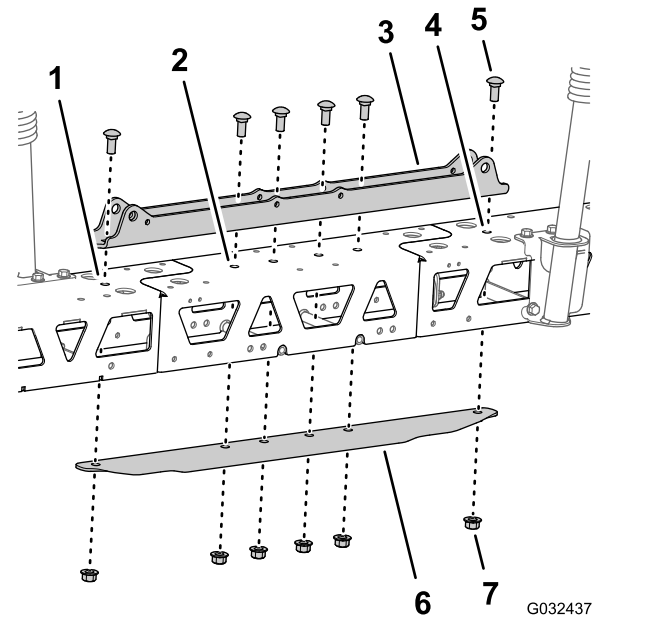

图 55
5. 将油缸安装座中的孔与桁架框架中心线和中间喷洒臂延长组件中的孔对齐 (图 55)。
- 将连接板插入桁架框架和中间喷洒臂延长组件将连接板中的孔与桁架中心线和喷洒臂延长组件的孔对齐 (图 55)。
- 使用在 分开中间喷洒段桁架 \(页码 23\) 的步骤 2 中拧下的 2 个托架螺栓 $\frac{1}{2} \times \frac{1}{4}$ 英寸和 2 个凸缘锁紧螺母 $\frac{1}{2}$ 英寸以及 GeoLink 喷洒系统完成套件中的 4 个托架螺栓 $\frac{1}{2} \times \frac{1}{4}$ 英寸和 4 个凸缘锁紧螺母 $\frac{1}{2}$ 英寸组装油缸安装座、桁架、中间喷洒臂延长组件及连接板图 55。